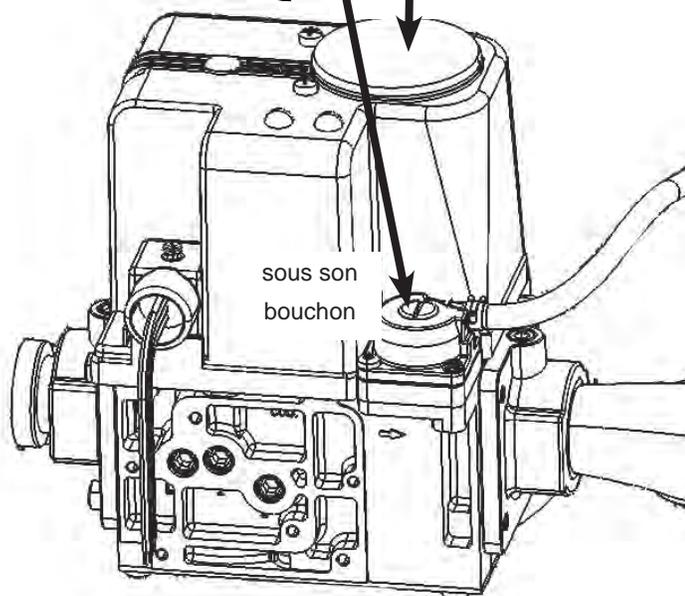

Figure 47. Vanne de gaz: 600 à 850 kBTU
1. Sur la vanne de gaz, repérer les réglages d'allure maximale et d'allure minimale. Voir les schémas Figure 45 à la page 74 à Figure 47 en page 76.
Voir les illustrations: Figures 45 à Figure 47.
Vérifier la présence de débris sur le brûleur. Déposer le bras de la soufflante pour accéder au brûleur. Déposer les quatre (4) boulons maintenant la soufflante au bras. (Voir figure 47.) Déposer les cinq (5) boulons maintenant le bras du brûleur en place. Retirer le brûleur par le haut. Si nécessaire, nettoyer le brûleur à l'air comprimé en le soufflant de l'extérieur vers le centre du brûleur et nettoyer les parties internes avec du produit pour vitres. Un brûleur trop encrassé est le signe d'une mauvaise combustion ou d'un air de combustion encrassé. Identifier la cause du problème et corriger. Si le joint du brûleur est endommagé, le remplacer lors de la repose du brûleur.